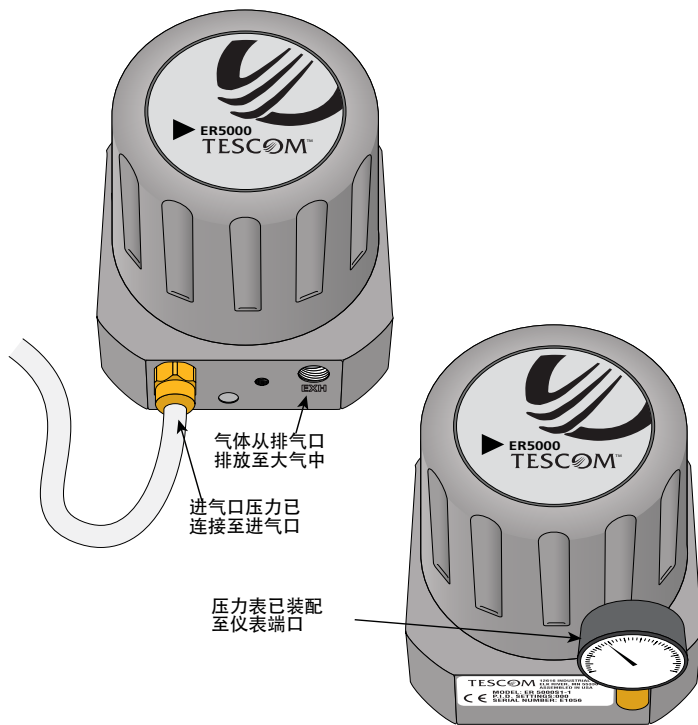

图16: 压力气体连接
将进口压力源连接至进气口，在ER5000的底座上标记IN（入口）。请参见图16。
- c. 塞住压力表端口以防止泄漏或装配一台压力表，如图16所示。